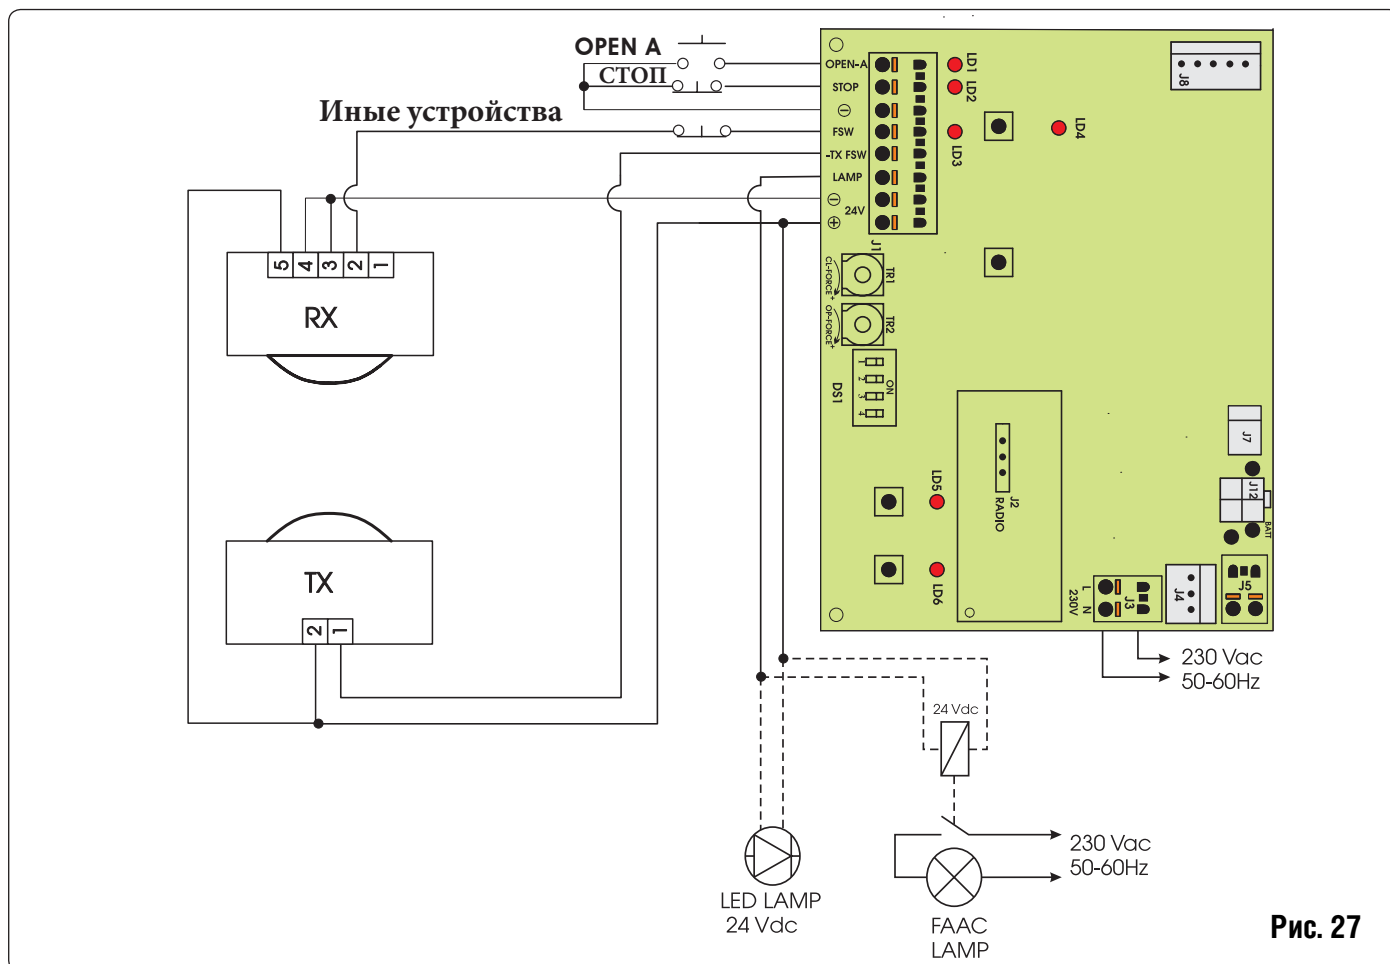

Рис. 27
- Подключите провода в соответствии с рис. 27.